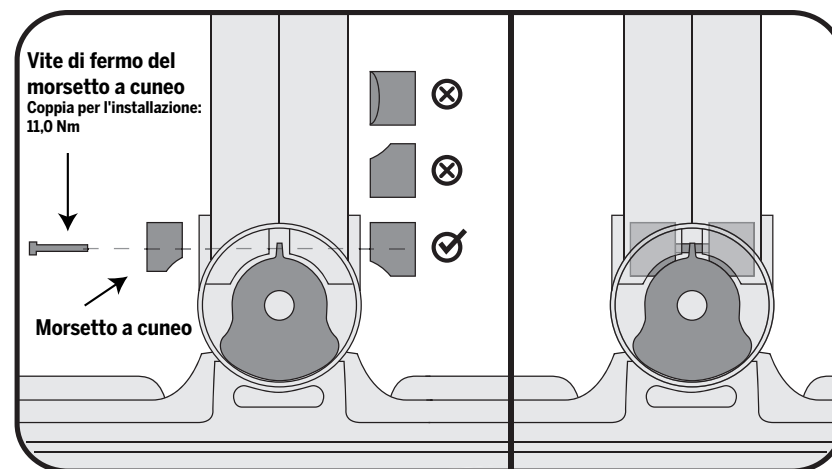

Figura 4. Verificare che il morsetto a cuneo sia installato con il lato curvo rivolto verso il basso
7. Se i morsetti a cuneo non sono installati, inserirli ora con il lato curvo rivolto in basso sui lati della base del montante LeanSteer, quindi serrare la vite, ma non a fondo. Vedere la Figura 4.